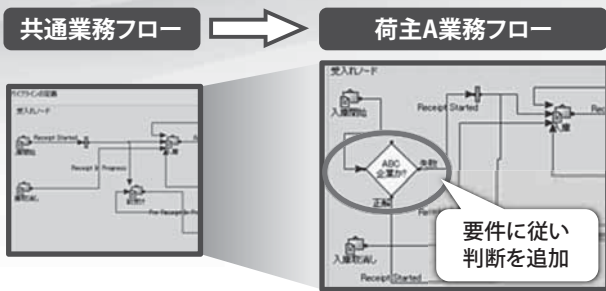

図4. 荷主ごとの業務フロー設定イメージ
- ① 1台のサーバーで、複数荷主、複数倉庫、複数の国に対応
- ② 荷主や倉庫を追加するフレームワークにより短時間に荷主・新規倉庫追加が可能
- ③ 荷主ごとの業務フロー設定 (図4)